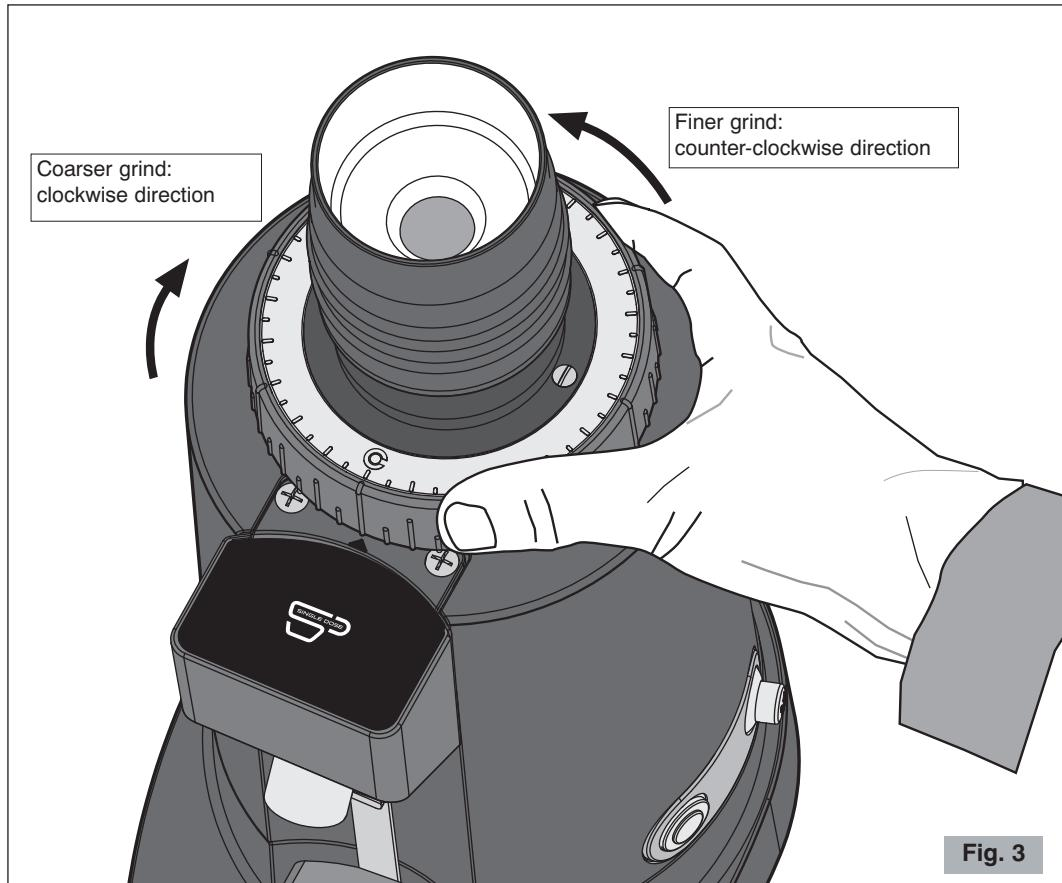
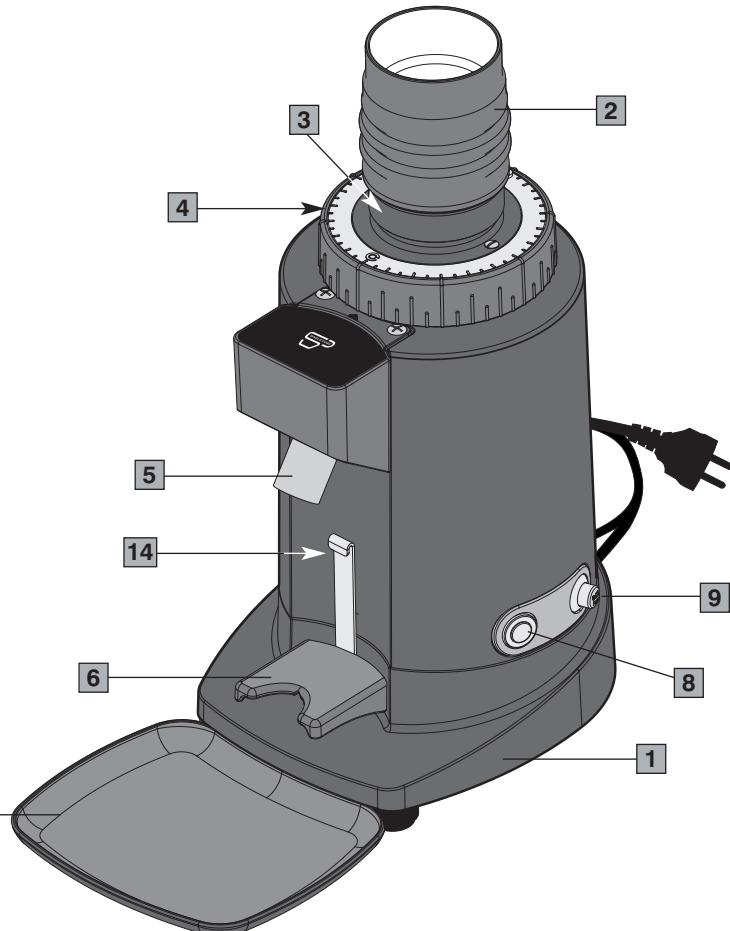
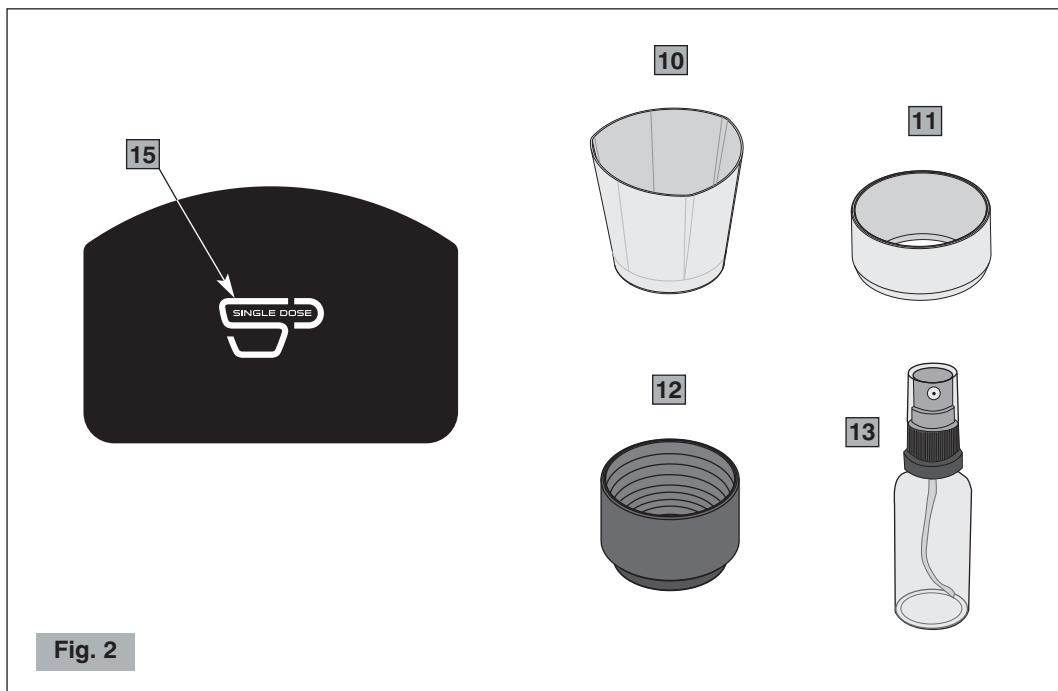

Fig. 3
Fig. 1
Fig. 2
Before connecting the plug to the power socket, make sure that the ON-OFF switch (9 Fig. 1) is in position "O" (OFF).
- 1** Turn the ON-OFF switch to position "I" (9 Fig. 1).
- 3** Position the filter-holder on the fork (6 Fig. 1) (with or without the supplied funnel 11 Fig. 2). If you want to pour the coffee into the container (10 Fig. 2) provided, position it on the fork blocking it under the support (14 Fig. 1).
- 4** Start the motor with the start/stop button (8 Fig. 1). The luminous logo (15 Fig. 2) lights up.
- 6** Pour the desired quantity of coffee beans into the bellows opening (2 Fig. 1).
If the luminous logo (15 Fig. 2) starts to flash and you realise that the remaining time will not be enough to grind all the coffee beans, press the start/stop button (8 Fig. 1) again.
- 7** After all the coffee beans have been ground completely, tap the bellows (2 Fig. 1) with your hand, making sure your palm fully covers the opening, to let all the ground coffee fall out.
### Functions of the motor start/stop button and grinding time (8 Fig. 1)
The degree of grinding may be further corrected by shifting the grinding adjustment disc (4 Fig. 1) (see Fig. 3).
The motor gets blocked.	<ul style="list-style-type: none"> <li>• If the motor gets blocked due to incorrect regulation of grinding or to the presence of a foreign body in the burrs, try increasing to the coarsest grain size by turning the grinding adjustment disc clockwise (4 Fig. 1). If this is not enough, switch off the appliance, disconnect the plug from the socket and consult technically qualified personnel.</li> </ul>
### Composants principaux (Fig. 1, Fig. 2)
- !** Avant de brancher la fiche à la prise de courant, s'assurer que l'interrupteur ON-OFF (9 Fig. 1) est en position d'arrêt « O ».
- 1** Mettre l'interrupteur ON-OFF en position « I » (9 Fig. 1).
- 3** Placer la coupe porte-filtre sur la fourche d'appui (6 Fig. 1) (avec ou sans l'entonnoir fourni avec 11 Fig. 2). Si l'on souhaite verser le café dans le récipient (10 Fig. 2) fourni avec, le placer sur la fourchette en le bloquant sous le support (14 Fig. 1).
- 4** Démarrer le moteur avec le bouton marche/arrêt (8 Fig. 1). Le logo lumineux (15 Fig. 2) s'allume.
- 6** Verser la quantité souhaitée de grains de café dans l'ouverture du soufflet (2 Fig. 1). Si le logo lumineux (15 Fig. 2) commence à clignoter et que l'on voit que le temps restant ne sera pas suffisant pour moudre tous les grains de café, appuyer de nouveau sur le bouton marche/arrêt (8 Fig. 1).
- 7** Après avoir complètement moulu les grains de café, frapper le soufflet (2 Fig. 1) avec la paume de la main en prenant soin de couvrir complètement son ouverture, afin de faire tomber tout le café moulu.
### Fonctions du bouton de marche/arrêt moteur et temps de mouture (8 Fig. 1)